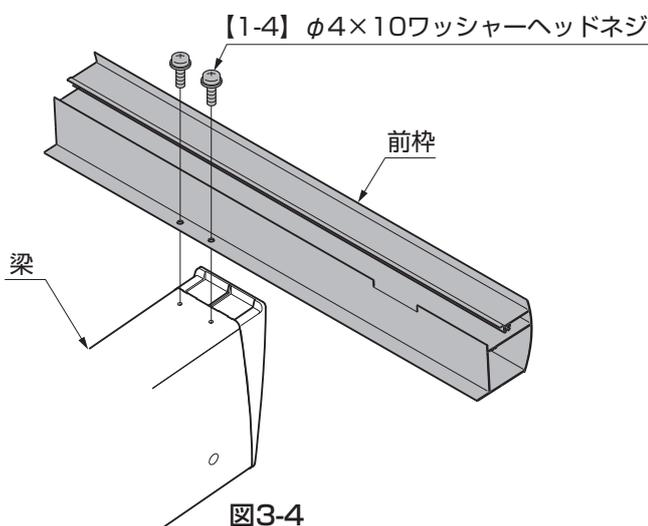

図3-4
- ③前枠を梁に【1-4】で取付けてください。(図3-4参照)